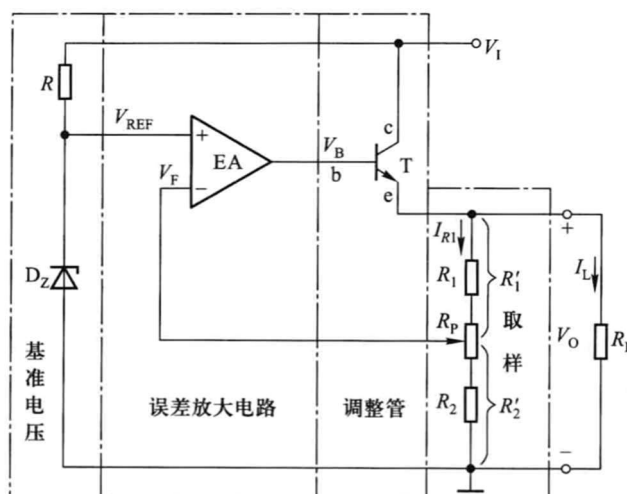

图 11.2.1 串联反馈式稳压电路一般结构图
- 4、复习思考题：11.2.4：在图 11.2.1 所示的电路中, 若已知电路参数和基准电压 V_{REF} 时, 求下列三种情况下的输出电压: (1) R_1 短路; (2) R_2 开路; (3)